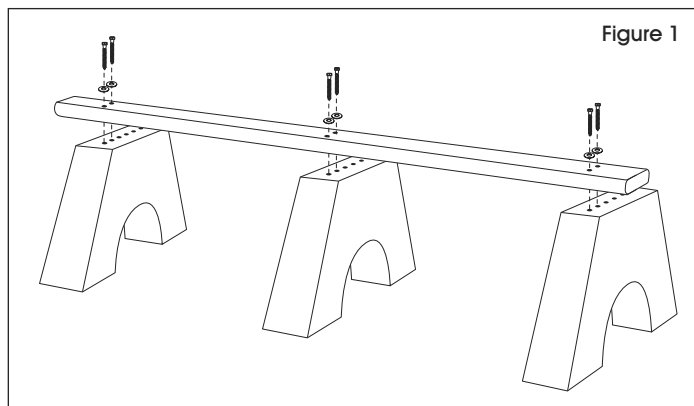

Figure 1
3. Fixez la planchette aux bases de banc à l'aide des vis tire-fonds de 3 1/2 po, des rondelles, de la perceuse et de la douille tournevis de 7/16 po (le vissage s'effectuera à l'étape 6). (Voir Figure 1)